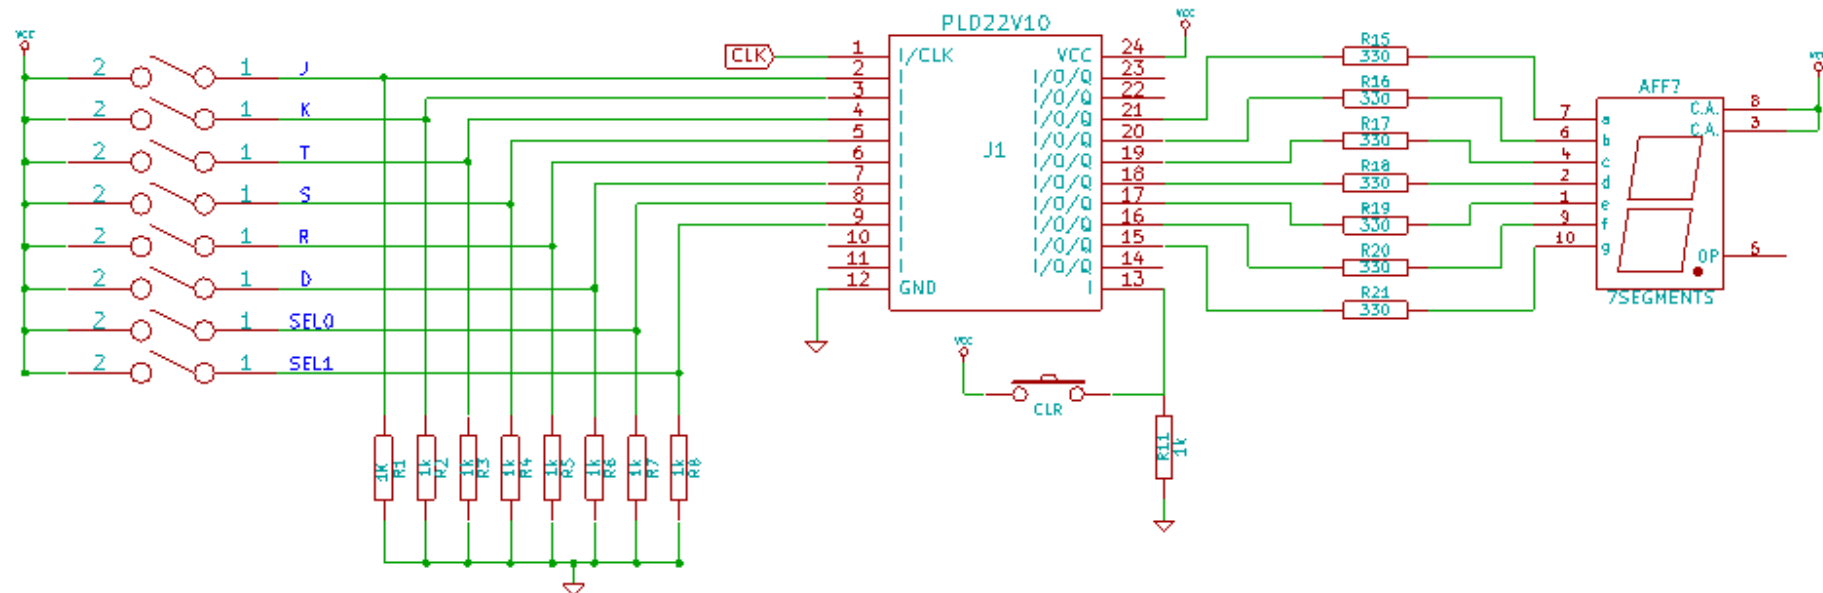

Ilustración 4 Diagrama esquemático.
3. Una vez simulado el sistema construir el circuito mostrado en la ilustración 4 para probarlo en el laboratorio. **En caso de usar la TEDDi este paso no es necesario.**